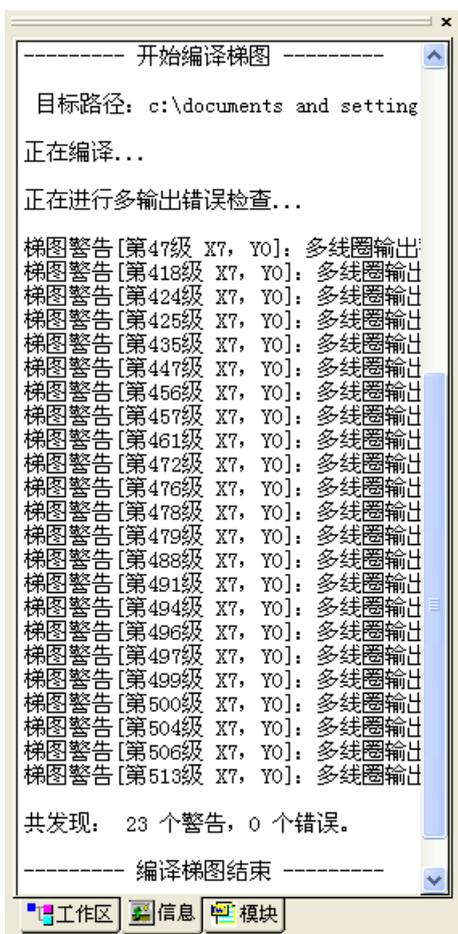

图 5.2 编译输出信息示例
- (1) 将 K1000 数控系统和 PC 机通过 RS232 串口连接。单击调试工具条的  按钮或单击“调试”菜单的“编译”，可启动梯形图编译过程。
- (2) 编译过程中，进行信号名称定义检查，并将检查结果输出在信息栏中。
- (3) 编译可以检查梯形图程序是否存在错误。如果存在错误，将在信息栏中输出显示发生错误的梯级序号及错误原因，如图 5.2 所示。双击“警告”或“错误”信息行，可以视图快速定位到产生该“警告”或“错误”的梯级。也可通过右键菜单的“定位错误/警告”实现相同功能。